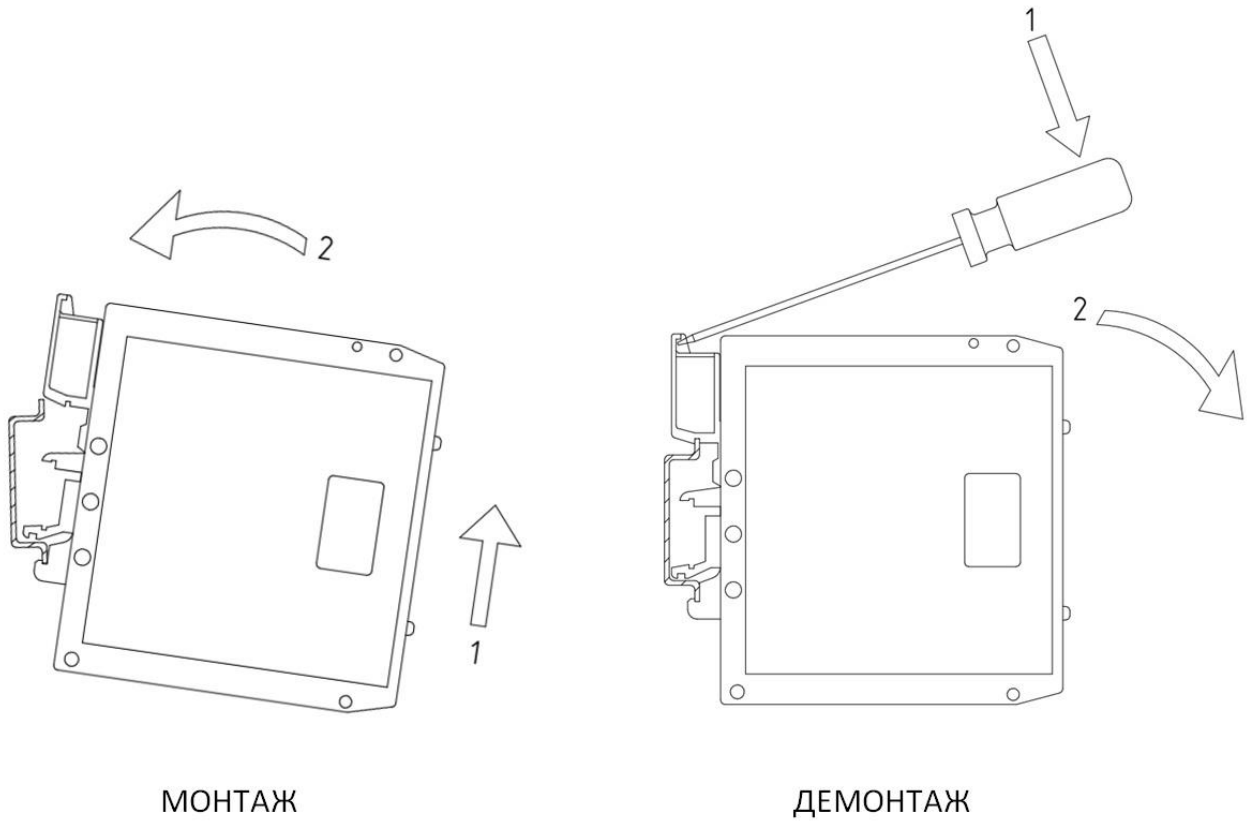

Рисунок 6.2 – Монтаж ДИПУ на DIN рейку
5.1. Монтаж та демонтаж ДИПУ на DIN рейку проводити в послідовності, наведений на рис. 6.2.